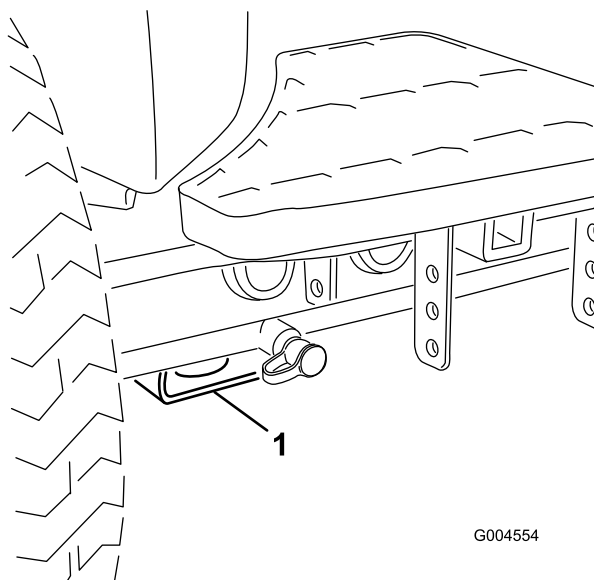

**Bild 43**
- Vorne: Rechteck unter dem Achsenrohr in jedem Vorderreifen (Bild 43).